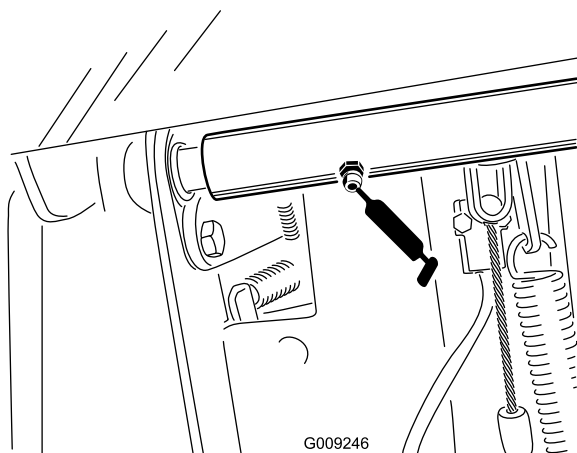

Figura 35
- Dois rolamentos do eixo da articulação do pedal do travão (Figura 35)